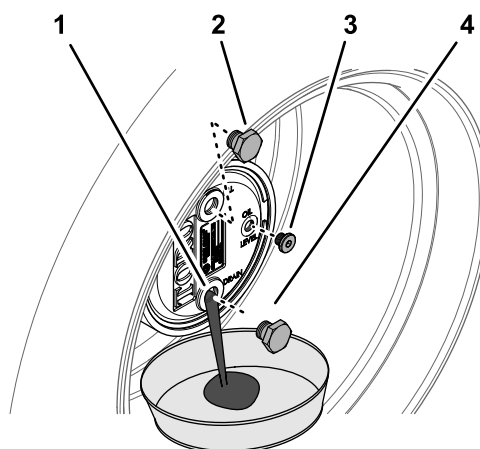

Figure 68
2. Enlevez le bouchon de remplissage de la position 12 heures et le bouchon de contrôle de la position 3 heures (Figure 68).
- Placez un bac de vidange sous le moyeu du train planétaire, enlevez le bouchon de vidange à la position 6 heures et vidangez toute l'huile (Figure 68).
- Insérez le bouchon de vidange dans l'orifice de vidange du carter de train planétaire (Figure 68).